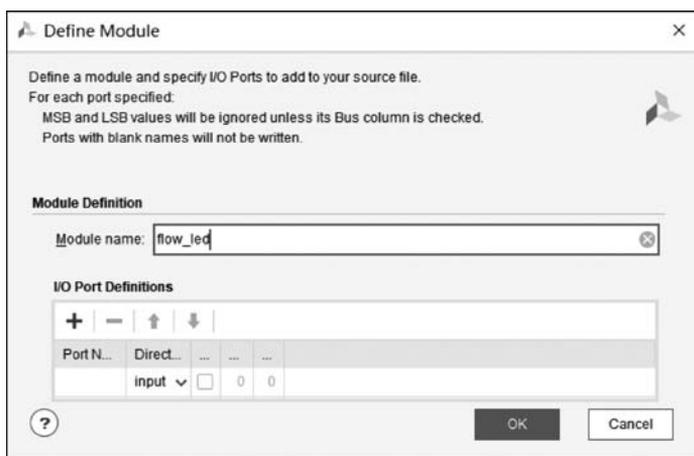

图 3.13 Define Module 对话框
(5) 在弹出的 Define Module 对话框中填写模块名称，此处模块命名为 flow\_led，如图 3.13 所示。还可以在 I/O Port Definitions 栏中填写模块的端口并设置端口方向，如果端口为总线型，勾选 Bus 选项，并通过 MSB 和 LSB 确定总线宽度。完成后单击 OK 按钮。